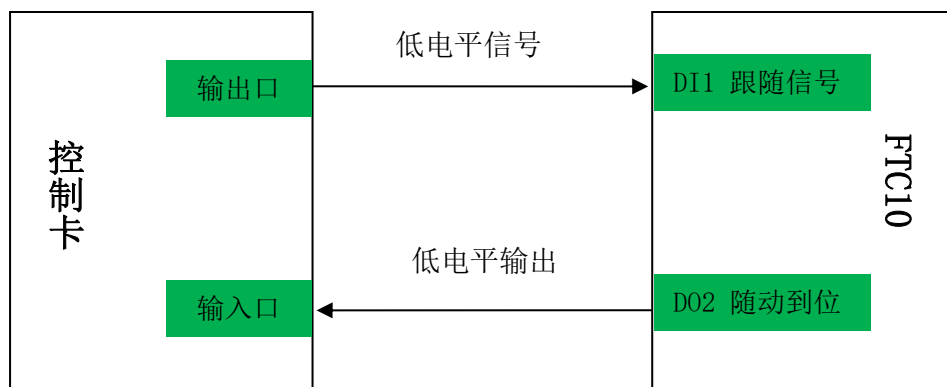

图7-2
2. FTC10与其它控制卡只能通过IO口对接，具体对接方式请参考图7-2